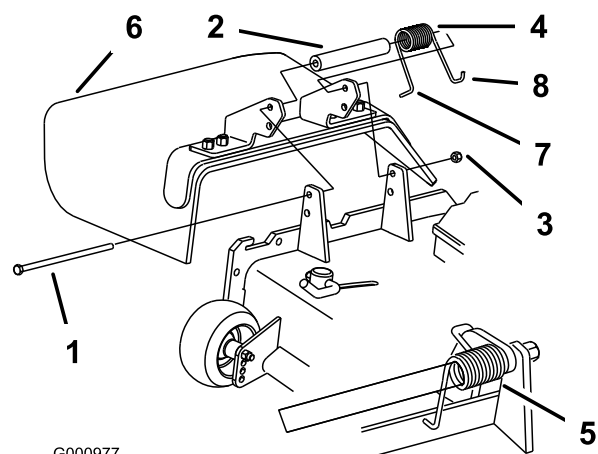

図 36
1. デフレクタをピボットブラケットに固定しているロックナット、ボルト、スプリング、スペーサを外す(図 36)。デフレクタを取り外す。
**注** ボルトを取り付ける前に、スプリングの L 字形フックが、図 36 のようにデッキのエッジの後ろに取り付けられていることを確認してください。
3. ボルトとナットを取り付ける。スプリングの右側の J 字形フックを、デフレクタに引っ掛ける 図 36。